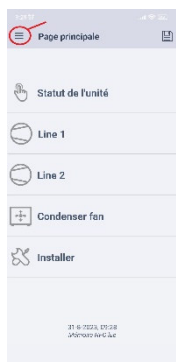
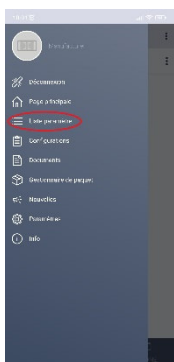

Fig. 51
Fig. 52
- Sur la page principale ouvrir «  » (Fig. 51) puis « Liste paramètre » (Fig. 52)